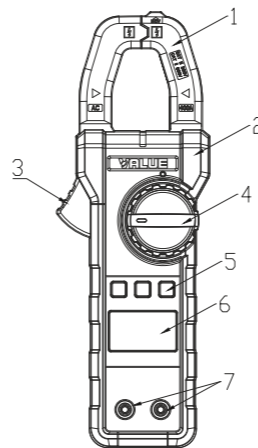

Imagen 1
6. Estructura Externa (imagen 1)